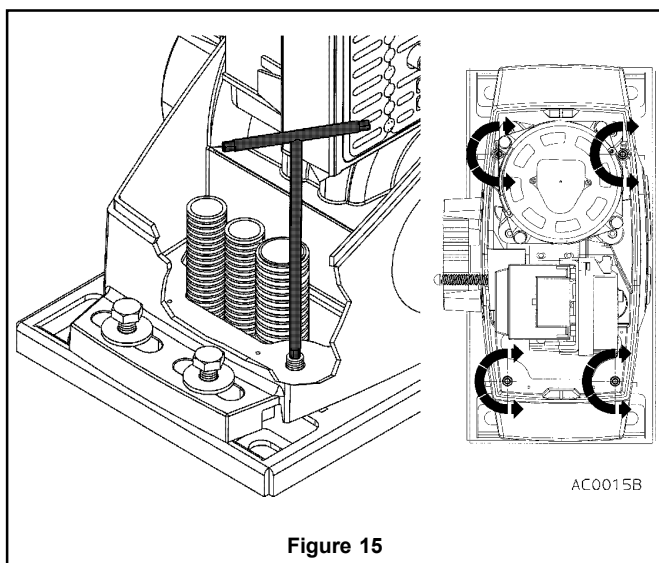
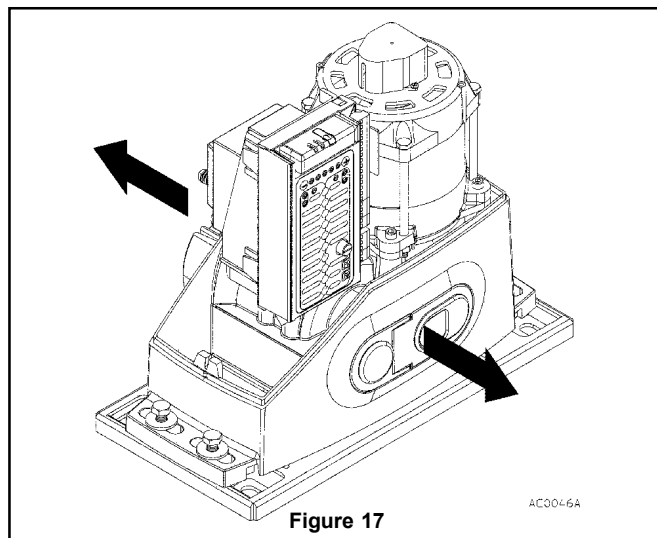
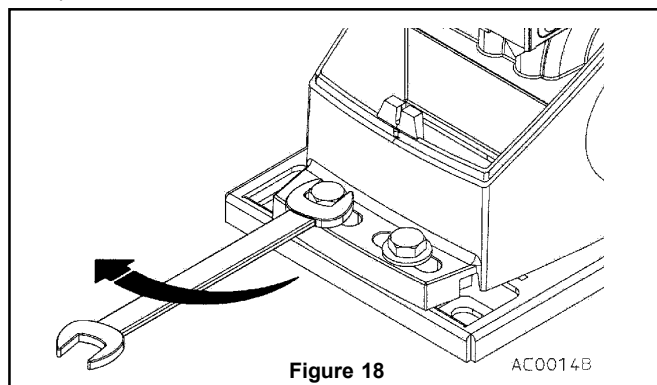
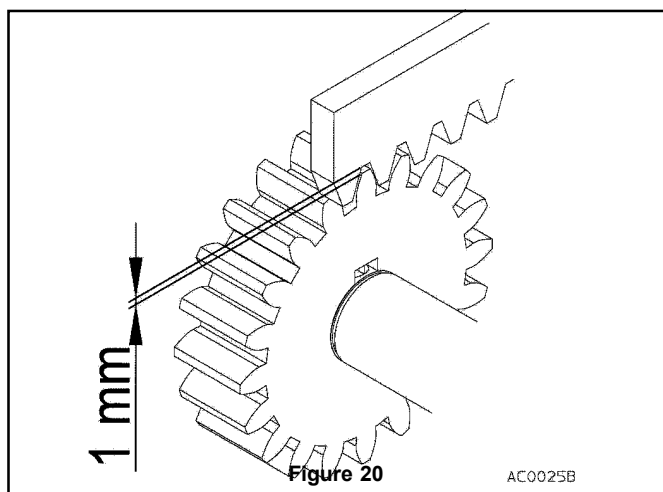

Figure 15
Figure 17
Figure 18
Figure 20
- b) Les 4 vis (fig. 15) doivent dépasser du plan d'appui du moto-réducteur d'environ 5 mm.
- d) Effectuer le réglage vertical du moto-réducteur à l'aide de 4 vis (fig. 15) et le mettre en position.
e) Effectuer le réglage horizontal et vérifier que le moto-réducteur est parfaitement parallèle au portail, en le déplaçant latéralement si nécessaire fig. 17.
- f) Lorsque le moto-réducteur a été correctement positionné, le fixer en bloquant les 4 vis M10 et leurs rondelles à l'aide d'une clé plate (fig. 18) ou une clé à douille. Remonter les couvercles des pattes de fixation.
- Vérifier qu'il y a un jeu d'environ 1 mm entre le pignon et la crémaillère (fig. 20) afin d'éviter de forcer le pignon et par conséquent le moto-réducteur.
- Si l'espace entre la crémaillère et le pignon n'est pas respecté (environ 1 mm, fig. 20), dévisser de 2/3 les vis M10 de blocage (fig. 18) et les quatre vis (fig. 15) jusqu'à l'obtention d'un espace suffisant. Si nécessaire, régler l'alignement du pignon par rapport à l'axe de la crémaillère : approcher ou déplacer le moto-réducteur du portail en faisant glisser la plaque d'ancrage (fig. 17).
- Lorsque la position correcte est atteinte, serrer à nouveau solidement les 4 vis M10 (fig. 18).
- Vérifier particulièrement qu'il y a un espace d'environ 1 mm entre le pignon et la crémaillère (fig. 20) afin d'éviter de forcer le pignon et par conséquent le moto-réducteur.